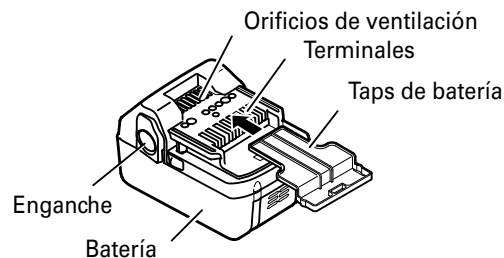

Fig. 1
- **Instale el paquete de baterías en la herramienta eléctrica o almacénelo presionando la tapa de baterías hasta que se oculten los orificios de ventilación para evitar cortacircuitos. (Ver Fig. 1)**